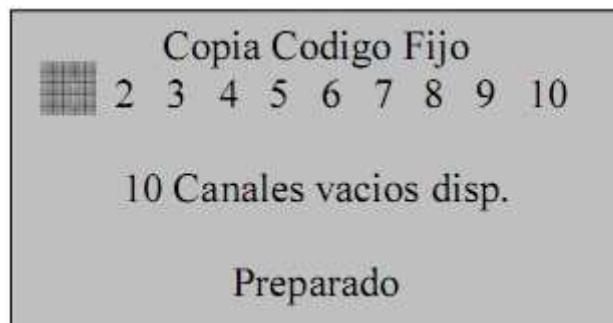

Fig.16
- Seleccionar, com < ou > o canal para onde queremos copiar o código do comando original (fig.16);